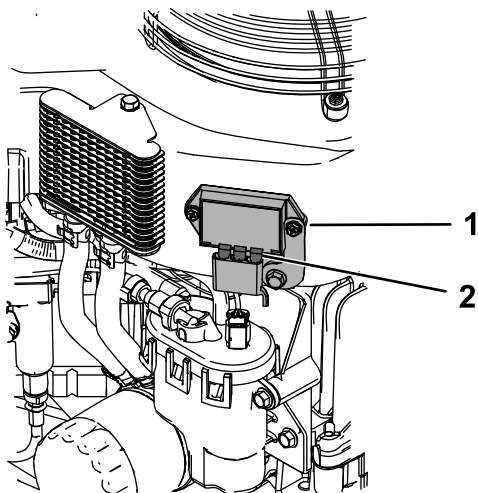

Figura 34
4. Aplique un poco de grasa a las patillas del regulador de tensión (Figura 34).